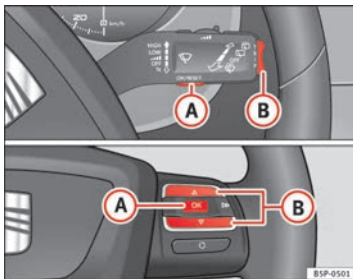

Abb. 39 Schaltwippen A und B. Bedienelemente am Lenkrad.
Ist demnächst ein Service fällig, erscheint in den Kilometeranzeigen eine **Service-Vorwarnung**. Es erscheint ein „Schraubenschlüssel“-Symbol und die Anzeige „km“ mit der Kilometerangabe, die bis zum fälligen Service-Termin gefahren werden kann. Nach etwa 10 Sekunden wechselt diese Anzeige. Es erscheint ein „Uhr-Symbol“ und die Anzahl der Tage bis zum fälligen Service-Termin. Der Informationstext am Display* des Kombiinstrumentes lautet: **SERV. IN... KM O... TAGEN**. Etwa 20 Sekunden nach Einschalten der Zündung oder bei laufendem Motor erlischt die Service-Meldung. Sie können auch durch Drücken des Rückstellknopfes des Kurzstreckenzählers oder durch Drücken der Wippe der MFA \Rightarrow Abb. 39 \textcircled{B} in die Normalanzeige schalten.
- Zum Umschalten von einem Speicher auf einen anderen drücken Sie bei eingeschalteter Zündung kurz die Taste \Rightarrow Seite 63, Abb. 39 **A** am Scheibenwischerhebel oder die Taste **A** der Bedienelemente am Lenkrad \Rightarrow Seite 63, Abb. 39.